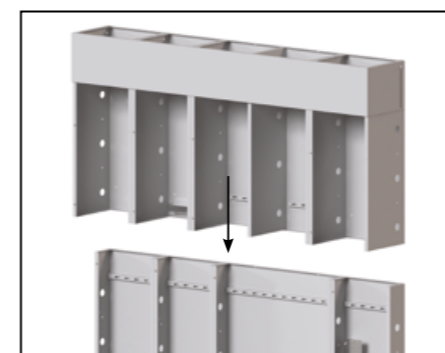
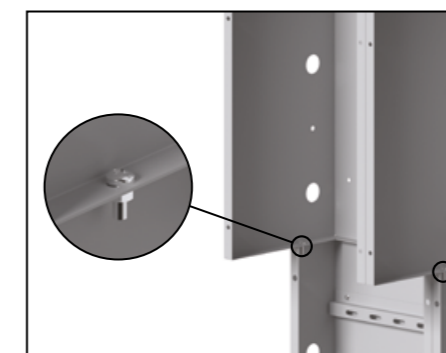

Рис. 81
Рис. 82
- 4.2. Установить верхний модуль СБ [1] на центральный модуль СБ [3], как показано на рис. 81. Закрепить верхний модуль СБ [1] с помощью винтов М6×16 и гаек М6 с фланцем (рис. 82).